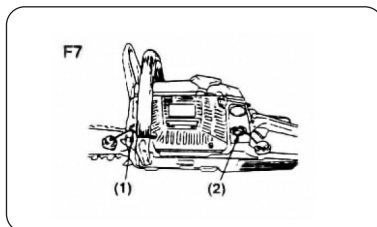

Рис. 6
- Заправить топливный и масляный баки и плотно закрыть крышки (Рис. 6)